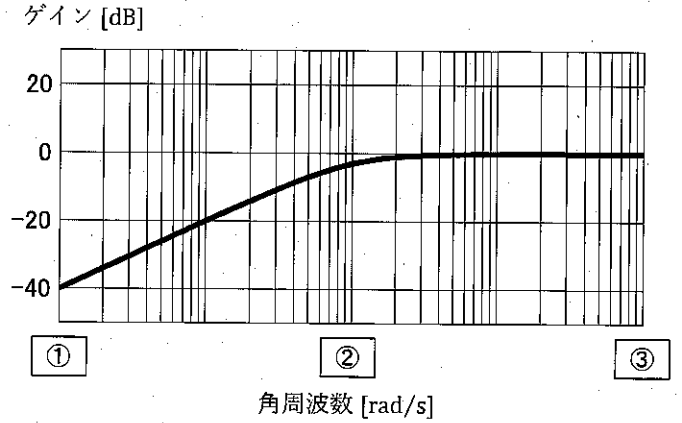

図 2
(4) 図2は $K = 1$ としたとき、伝達関数 $G_2(s)$ のゲイン特性を表した図である。図中の空欄 ① ~ ③ にあてはまる数値の組み合わせとして適切なものを選択肢ア~エから選り記号で答えよ。(5点)
- ア ① 10^{-1} ② 10^1 ③ 10^3
- イ ① 10^{-1} ② 10^0 ③ 10^1
- ウ ① 10^{-2} ② 10^1 ③ 10^4
- エ ① 10^{-2} ② 10^0 ③ 10^2